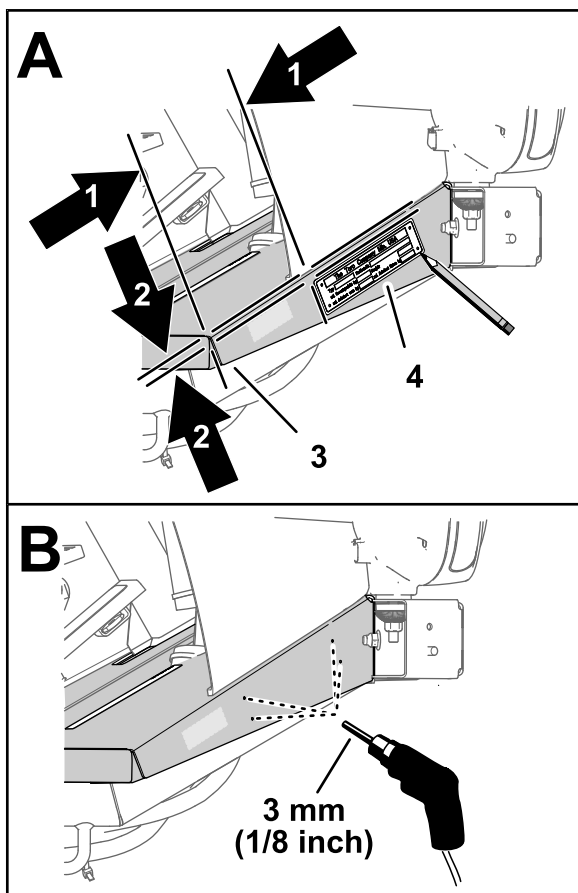

Figura 62
1. Alinee el borde izquierdo de la placa de datos a 150 mm de la esquina izquierda del canal de la chapa de suelo, según se muestra en Figura 62.
2. Alinee el borde superior de la placa de datos a 150 mm del borde superior de la chapa de suelo, según se muestra en Figura 62.
3. Marque la posición de los taladros de la placa de datos en el canal de la placa del suelo con un lápiz (Figura 62).
5. Perfore 4 taladros de 3 mm en las marcas del punzón (Figura 62).